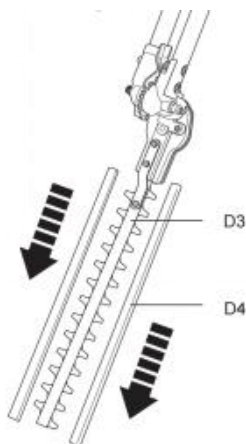

Fig. 23
1) Przed rozpoczęciem pracy zdejmij osłony noży (D4) z ostrza (D3) (Rys. 23).